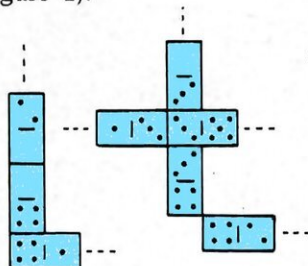

Fig. 1
► Un grand charme des dominos est de marier sans ostentation les combinaisons géométriques aux combinaisons arithmétiques. Ce double aspect fournit spontanément une profusion de problèmes. Ainsi, une configuration purement géométrique peut être d'abord mise au point avec les 28 dominos. On se demande ensuite comment la réaliser en respectant la règle du jeu classique. Dans cette règle, lorsque des carrés élémentaires ont un côté commun, leurs points sont égaux. Comme parfois, des carrés sont amenés à se toucher par un angle, on exige qu'ils soient égaux aussi dans ce cas (figure 1).